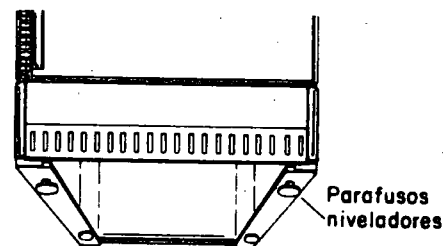

Fig. 2
- a Afrouxe os parafusos niveladores, até que a porta se feche com seu próprio peso (fig. 2).